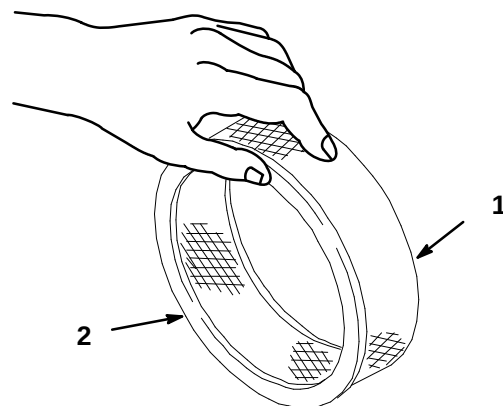

Figure 19
- A. Tapoter l'élément sur une surface plane pour le débarrasser de la poussière et des saletés (Fig. 19).